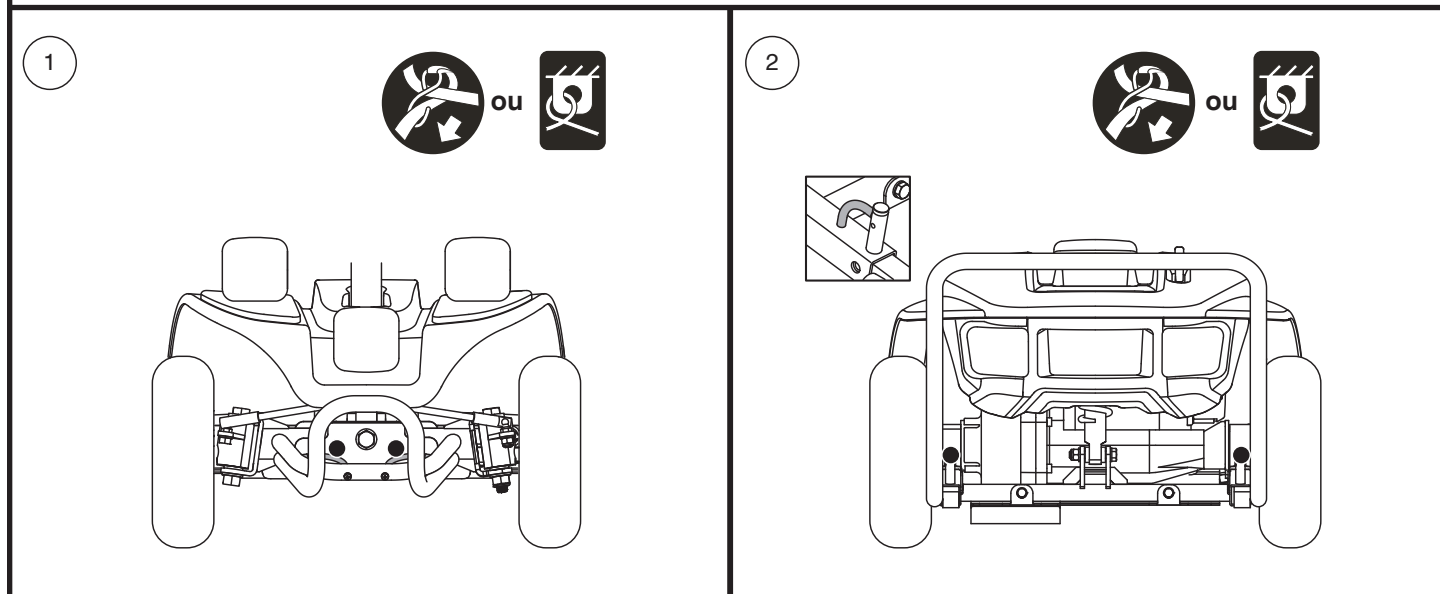

Figure 6. Points d'ancrage (Identifié avec des points noirs)
Le véhicule doit toujours être ancrés face à l'avant du véhicule. Fixez les quatre (4) courroies aux points d'ancrage désignés sur le véhicule. **Voir la figure 6.** Serrez-bien les courroies pour retirer le jeu excessif. N'attachez jamais le véhicule par ses composantes réglables ou mobiles tels que les accoudoirs, capots ou roues. Ces articles devraient être enlevés. Positionnez les points d'ancrage arrière des courroies directement derrière le véhicule. Les points d'ancrage avant sont disposés plus loin de chaque côté du véhicule afin d'augmenter la stabilité latérale.